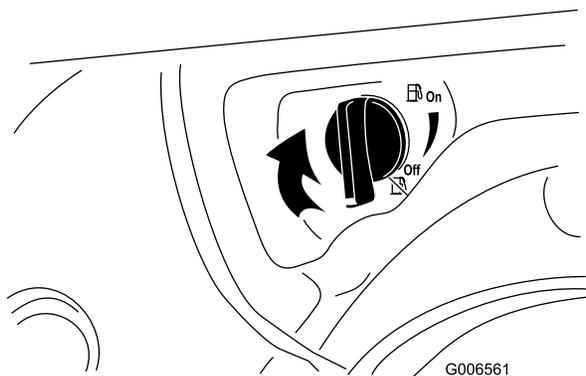

Bild 31
- Schließen Sie den Kraftstoffhahn durch Drehen nach rechts (Bild 31).